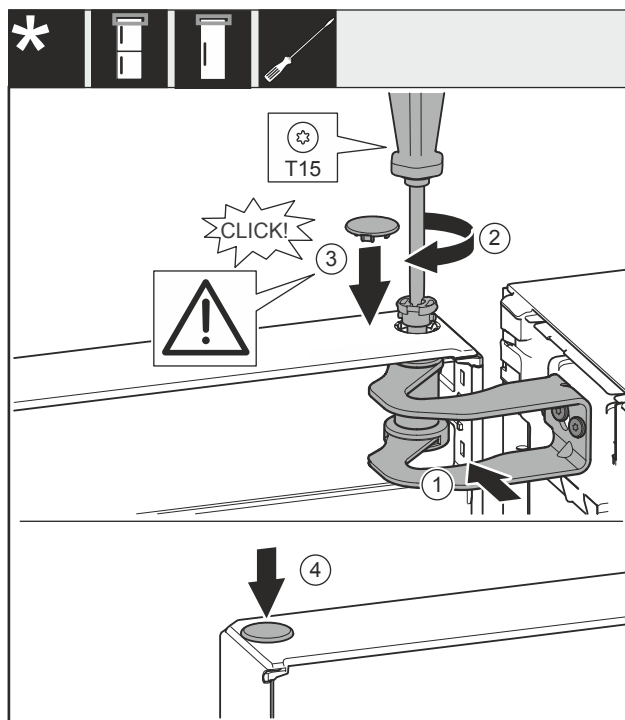

Fig. 35
- ▶ Dveře vyrovnejte s otvorem ve stojanu ložiska Fig. 35 (1).
- ▶ Vložte čep Fig. 35 (2) a pevně jej utáhněte šroubovákem.
- ▶ Nasad'te kryt Fig. 35 (3).
- ▶ Zkontrolujte, zda kryt Fig. 35 (3) doléhá na dveře.
- ▶ Nasad'te kryt Fig. 35 (4).